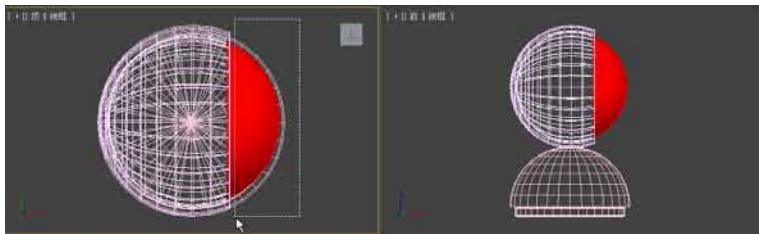

图3.24 选择多边形
- 16 在顶视图中使用划框选择的方法选中如图3.24所示的多边形，并将其删除，在修改器堆栈中，再次单击关闭“多边形”子对象。